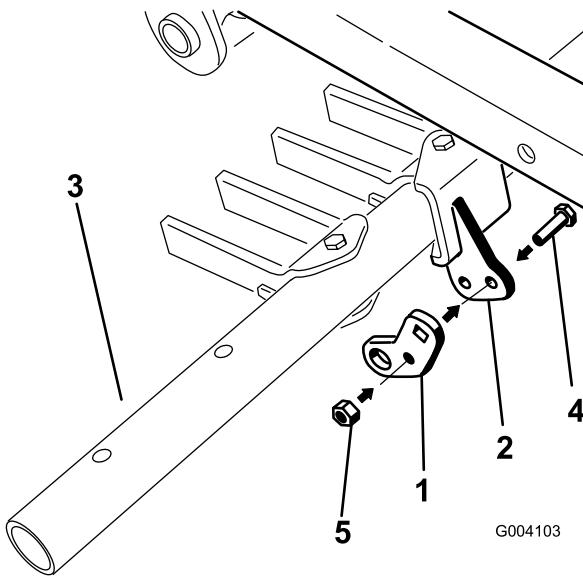

Рисунок 14
- Свободно установите шарнирную планку, используя среднее отверстие, на шарнирный кронштейн на навесном брусе, с помощью болта (5/16 x 1 дюйм) и контргайки (5/16 дюйма) (Рисунок 14).